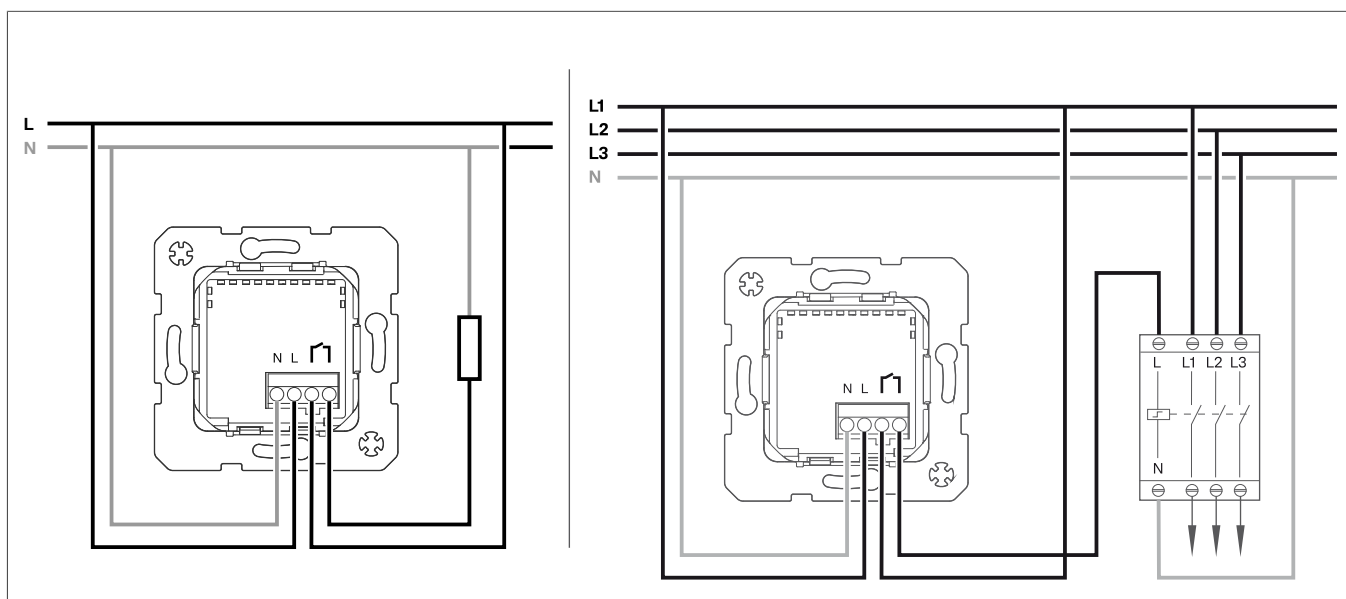

Fig. 3: Kopplingsschema
- 1 Anslut reläets kopplingsinsats (1) i enlighet med anslutningsschemat (Fig. 3).
Observera tillåten ansluten last. Använd vid behov lastkontaktorn (Fig. 3).